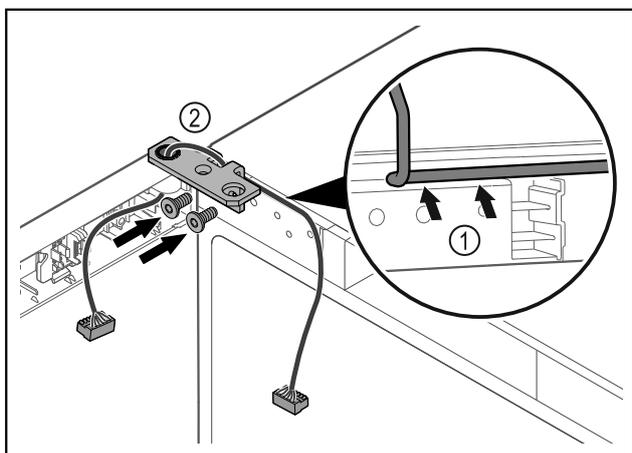

Fig. 40
- ▶ Provedite kabel kroz izrez na kutnoj šarci i oprezno ga položite Fig. 40 (1).
- ▶ Navrnite kutne šarke Fig. 40 (2).